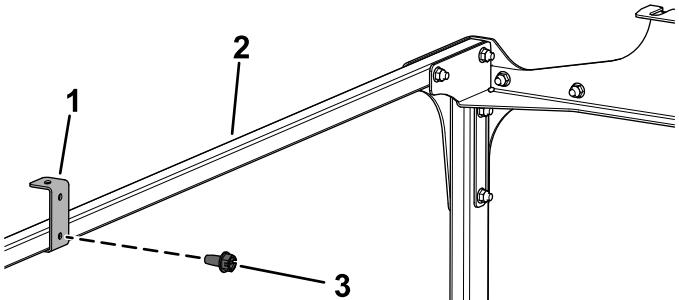

图12
12. 如图12 所示, 用 2 个自攻螺丝 (1/4 x 1/2 英寸) 将 2 个车顶支架安装到交联管上。